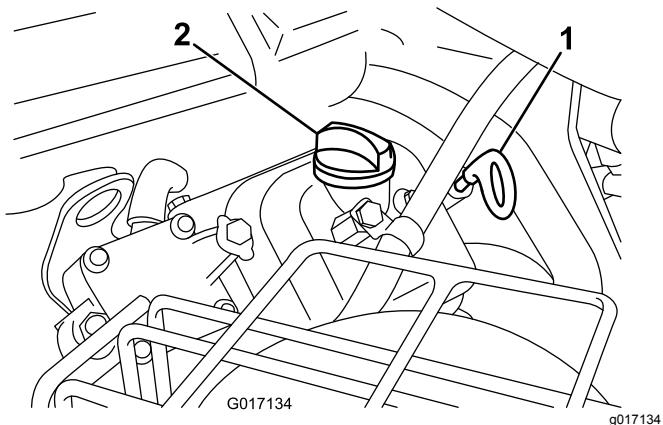

Figura 42
3. Insira a vareta no tubo da vareta e enrosque-a no tubo (Figura 42).